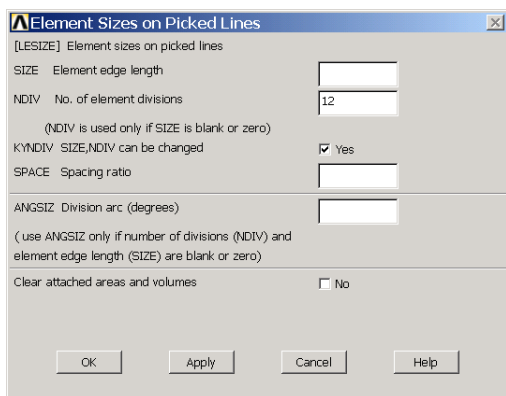
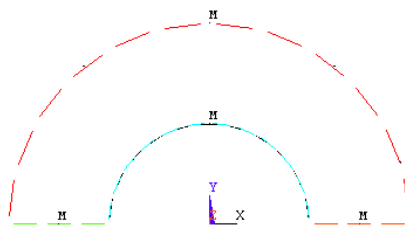

图4.38 设定线上单元边长
图4.39 设置好线上单元边长的模型
(3) 单击图 4.34 中 **【Lines】** 右边的 **Set** 按钮，弹出图形拾取对话框，在图形视窗中选择圆环的内外弧线，然后单击 **【OK】** 按钮。接着弹出如图 4.38 所示的对话框。
(4) 在 **【No. of element divisions】** 文本框中输入线上的单元划分个数 “12”，其它保持不变，单击 **【OK】** 按钮。
(5) 再次单击图 4.34 中 **【Lines】** 右边的 **Set** 按钮，弹出图形拾取对话框，在图形视窗中选择圆环的两条下边线，然后单击 **【OK】** 按钮。在弹出的 **【Element Sizes on Picked Lines】** 对话框中，设置 **【No. element divisions】** 为 “3”，并单击 **【OK】** 确认。至此，线上单元边长设置完毕，结果如图 4.39 所示。